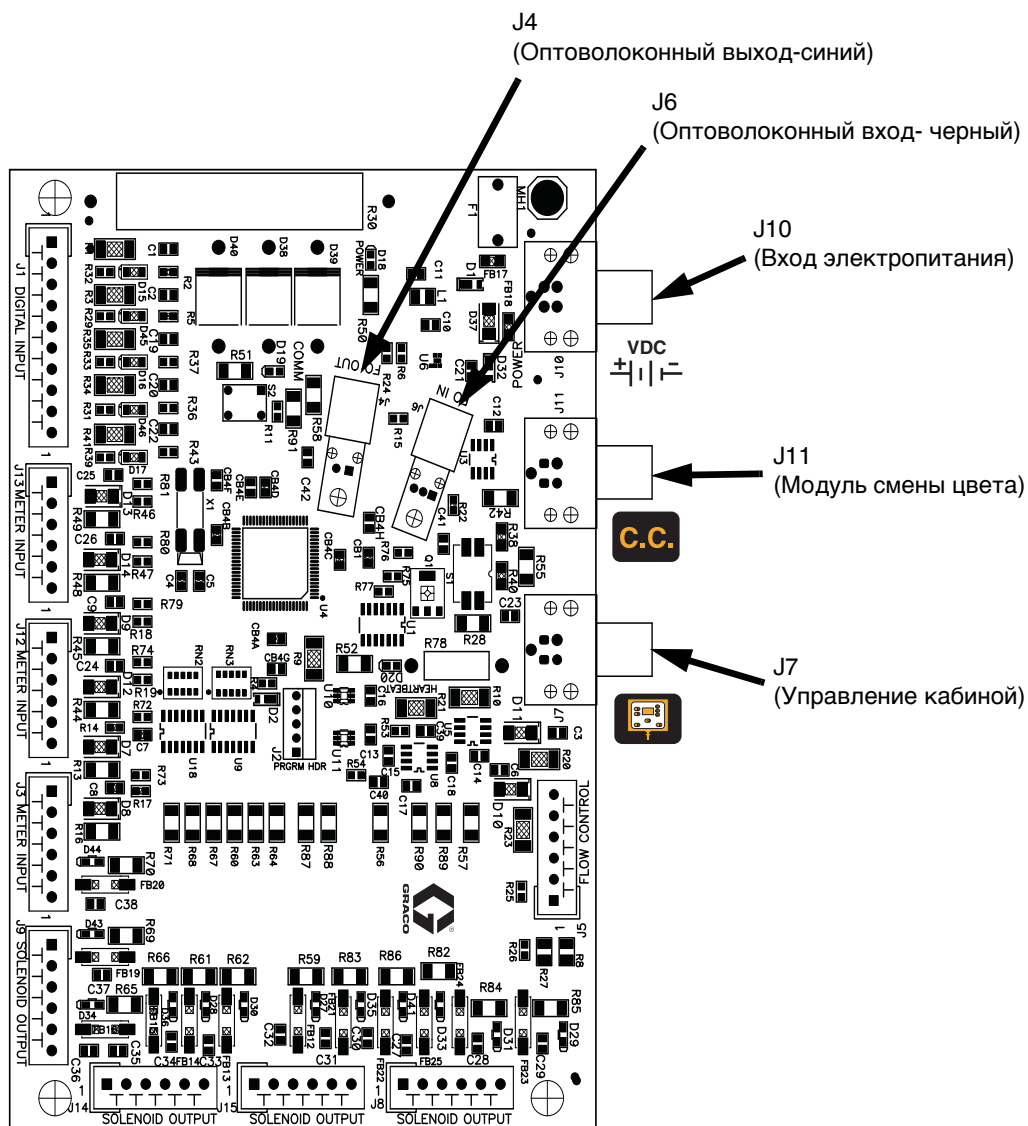

Рис. 12. Соединения платы жидкостной станции
2. Соедините другой конец кабеля с разъемом управления жидкостной станцией  $\frac{VDC}{\pm}||\equiv$  (J10). См. Рис. 12.
5. Соедините синие и черные кабельные разъемы с соответствующими разъемами на печатной плате жидкостной станции. См. Рис. 12. Вставьте кабельные разъемы, пока они не достигнут нижнего предела (приблизительно 1/4 дюймов [6 мм]), затем сожмите соединитель с резьбовым сочленением.
Присоедините кабель от управления кабиной к разъему жидкостной станции  (J7). См. Рис. 12.